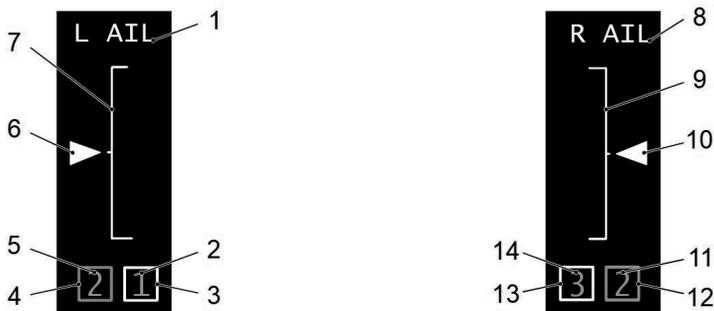

Рисунок 18. Индикация состояния и положения элеронов
Индикация состояния и положения элеронов на странице FCS приведена на рис. 18.
Таблица 12. Условные обозначения к рис. 18:
- надпись L AIL [1] Рис. 18 белого цвета - наименование левого элерона;
- надпись R AIL [8] Рис. 18 белого цвета - наименование правого элерона;
- скобы белого цвета с рисками нейтрального положения - шкалы отклонения элеронов [7] Рис. 18, [9] Рис. 18;
- метки отклонения элеронов [6] Рис. 18, [10] Рис. 18 отображаются в трех вариантах:
- индикаторы приводов элеронов [4] Рис. 18, [12] Рис. 18, [3] Рис. 18, [13] Рис. 18 отображаются в четырех вариантах:
- индикаторы гидросистем [2] Рис. 18, [5] Рис. 18, [11] Рис. 18, [14] Рис. 18 отображаются в трех вариантах:
- элероны серого цвета - отсутствуют отказы в управлении элеронами (Рис. 18)
- элероны янтарного цвета - отказ в управлении элеронами, недостоверная информация о положении элеронов (Рис. 18).